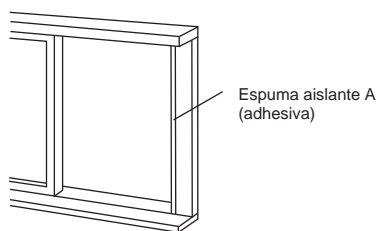

Imagen 12
1. Corte la espuma aislante (adhesiva) en la longitud correcta y adhiérala al marco de la ventana (imagen 12).
3. Corte la espuma aislante (adhesiva) en la longitud correcta y adhiérala al tope superior de la ventana (imagen 12).